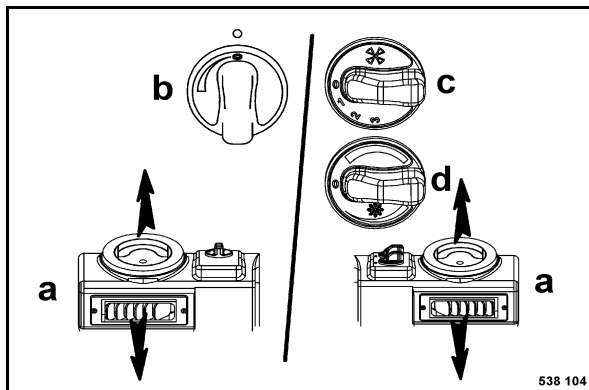

Fig. 74
- Au moyen des aérateurs (a) (Fig. 74), diriger le flux d'air vers le bas de la cabine.